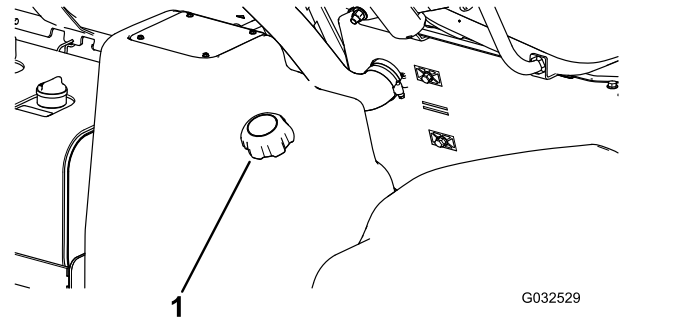

Figura 15
2. Limpie la zona alrededor del tapón del depósito de combustible (Figura 15).